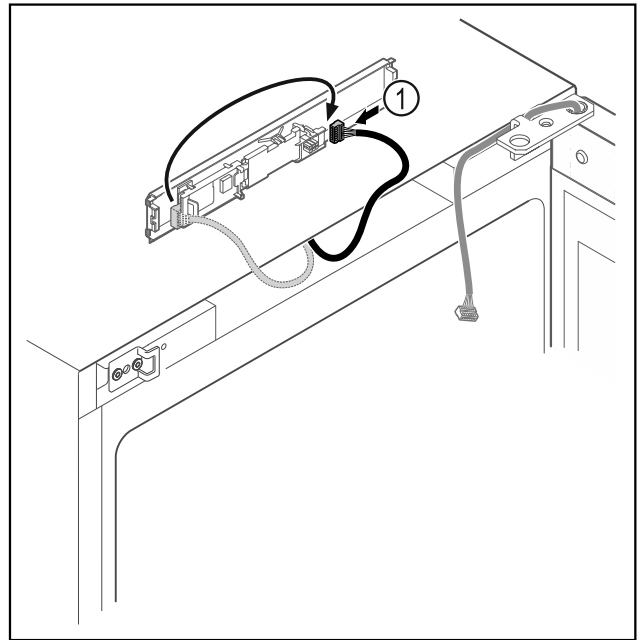

Fig. 21
- Stekker Fig. 21 (1) op printplaat verwisselen.